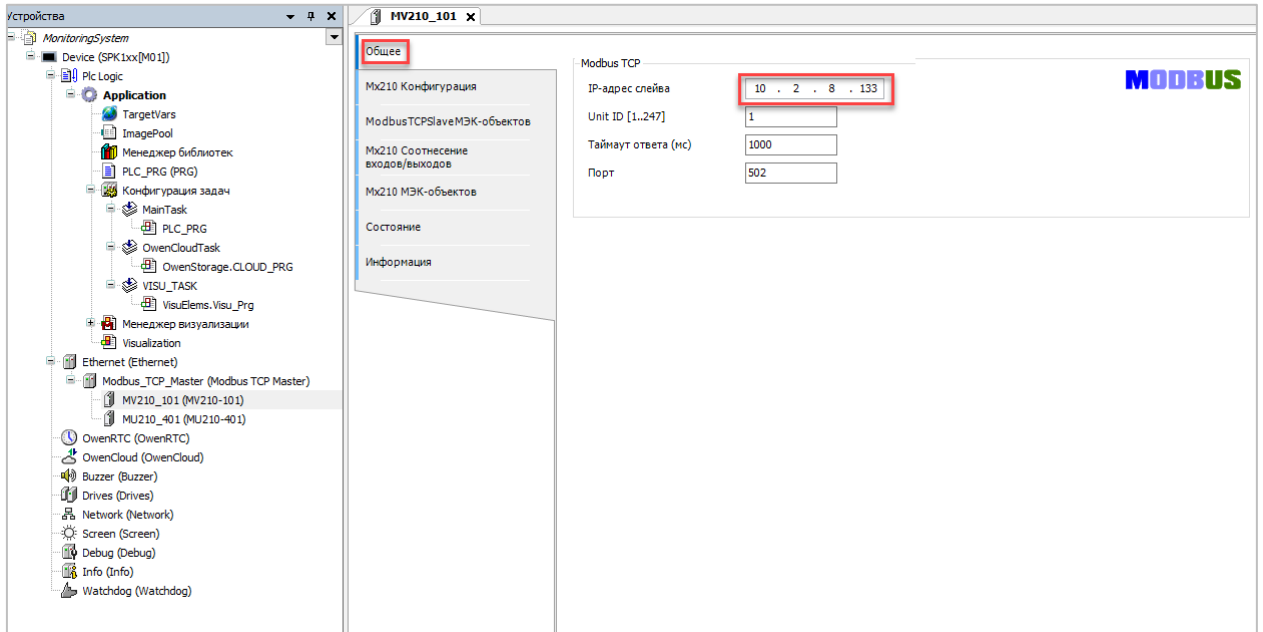

Рисунок 6.4.13 – Указание IP-адреса модуля MB210-101
- если вы эмулируете модули и при этом используете реальный контроллер – то укажите в обоих шаблонах IP-адрес сетевого интерфейса ПК, к которому подключен контроллер. Именно этот вариант показан на рис. 6.4.13 (10.2.8.133 – это адрес сетевого интерфейса ПК; у вас он будет своим);